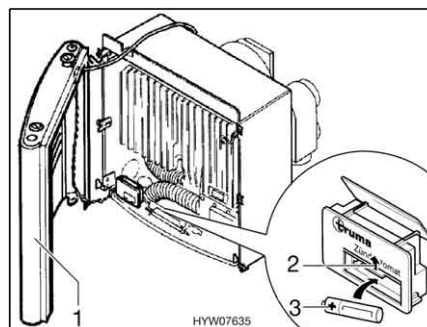

Fig. 126 Chauffage ouvert
- Placer l'habillage sur le côté (Fig. 126,1) pour que les câbles de raccordement pour le ventilateur d'air chaud et pour la lampe témoin de l'allumage n'aient pas à être débranchés.
- Pousser le couvercle du compartiment à piles de l'allumage automatique (Fig. 126,2) vers le haut.
- Placer une nouvelle batterie (Fig. 126,3) de même type, en plaçant correctement les pôles (+/-), dans le compartiment à piles de l'allumage automatique. N'utiliser que des piles AAA résistantes à la chaleur (+70 °C) et étanches.